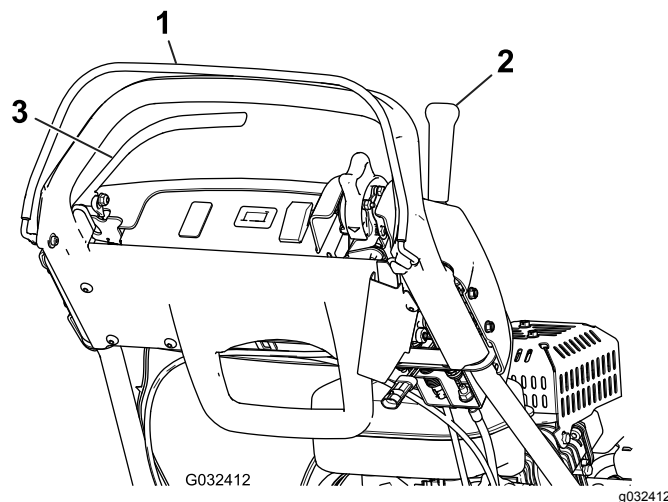

Figura 29
3. Com o CPO solto, tente acionar a alavanca de tração (Figura 29). A alavanca de tração **não deve** engatar. Se a alavanca de tração se acionar, o interruptor de segurança precisa de assistência. Corrija o problema antes da utilização da máquina; consulte Manutenção do interruptor de segurança da tração \(página 34\).
4. Com o CPO carregado e a alavanca de tração acionada, solte o CPO (Figura 29). A alavanca de tração **deve** desengatar. Se a alavanca de tração não deixar de ficar acionada, o interruptor de segurança precisa de assistência. Corrija o problema antes da utilização da máquina; consulte Manutenção do interruptor de segurança da tração \(página 34\).
5. Com o CPO carregado e a alavanca de mudanças para a esquerda, ative a tração e a transmissão do cilindro e solte o CPO (Figura 29). A alavanca de tração **deve** desengatar. Se a alavanca de tração não deixar de ficar acionada, o interruptor de segurança precisa de assistência. Corrija o problema antes de utilizar a máquina; consulte Manutenção do interruptor de segurança da tração \(página 34\) ou Manutenção do interruptor de segurança da tração \(página 34\).
6. Com o CPO carregado e a alavanca de mudanças para a esquerda para ativar a tração e a transmissão do cilindro, mova a alavanca de mudanças para a direita para desativar a transmissão do cilindro (Figura 29). A unidade do cilindro **deve** desengatar. Se a transmissão do cilindro não desengatar, o sistema de segurança precisa de assistência. Corrija o problema antes da utilização da máquina; consulte Manutenção do interruptor de segurança da tração \(página 34\).
2. Com o CPO carregado, a alavanca de tração engatada e os controles do motor na posição de arranque (Figura 29), tente ligar o motor. O motor **não deverá** arrancar. Se o motor arrancar, terá que inspecionar o interruptor de segurança. Corrija o problema antes da utilização da máquina; consulte Manutenção do interruptor de segurança da tração \(página 34\).
2. Com a alavanca de tração desengatada, o travão de serviço acionado e os controles do motor na posição de arranque (Figura 29), tente ligar o motor. O motor **deverá** arrancar. Se o motor não arrancar, o interruptor de segurança precisa de assistência. Corrija o problema antes da utilização da máquina; consulte Manutenção do interruptor de segurança do travão \(página 35\).
3. Com o motor a trabalhar, engate o travão de serviço (não o bloqueio do travão de mão), carregue no CPO e engate a alavanca de tração (Figura 29). O motor deve trabalhar para se sobrepôr ao travão, mas não desligar-se. Se o motor se desligar imediatamente, o interruptor de segurança precisa de assistência. Corrija o problema antes da utilização da máquina; consulte Manutenção do interruptor de segurança do travão \(página 35\).
4. Com o motor a trabalhar, acione o bloqueio do travão de estacionamento, carregue no CPO e acione a alavanca de tração (Figura 29). O motor **deve** desligar. Se o motor não se desligar, o interruptor de segurança necessita de ser revisto. Corrija o problema antes da utilização da máquina; consulte Manutenção do interruptor de segurança do travão \(página 35\).